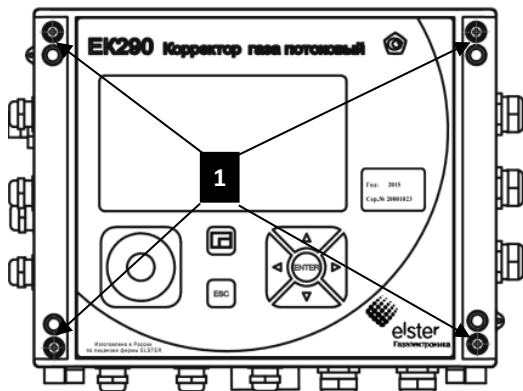

Рисунок 22
- 2 Снимите защитные крышки, открутите 4 винта (рисунок 22: **1**) которые крепят крышку корректора EK290.
- 11 Закройте крышку корректора с помощью винтов (рисунок 22: **1**).